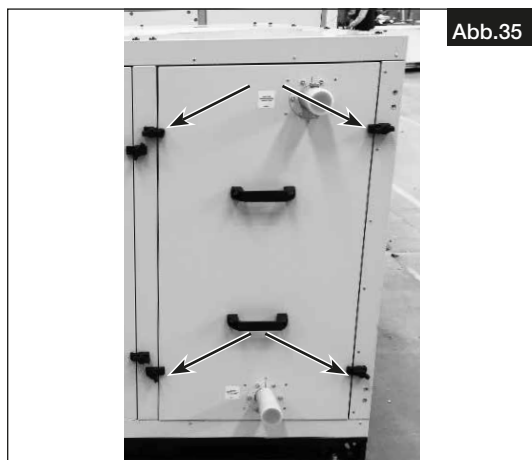

Abb.35
1. Die Blechmetalleile entfernen. (s. Abb.35)